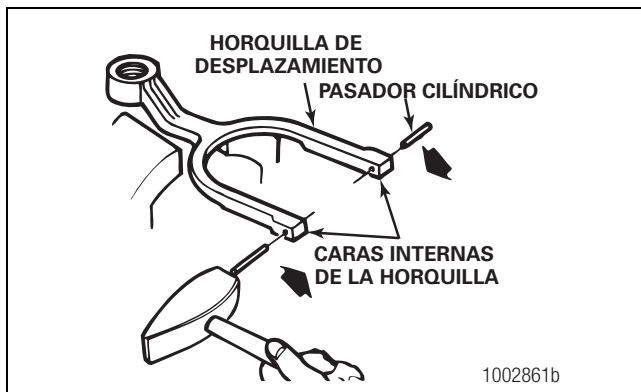

Figura 6.8
1. En modelos de portadiferenciales con pasadores cilíndricos en las horquillas de desplazamiento, instale los dos pasadores cilíndricos en los extremos de la horquilla de desplazamiento. Coloque los pasadores en posición golpeando suavemente hasta que estén a nivel con la cara interior de la horquilla. Figura 6.8. No los instale completamente por ahora.